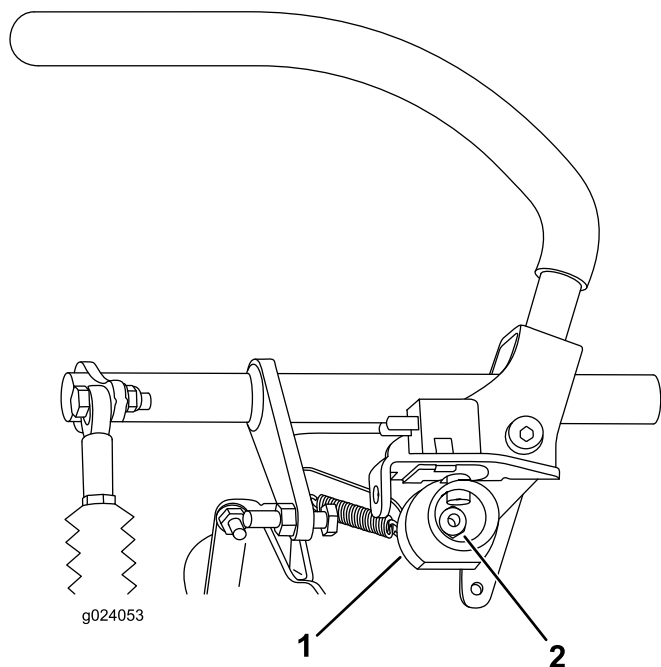

Figura 68
7. Afloje la tuerca que sujeta la leva (Figura 68).